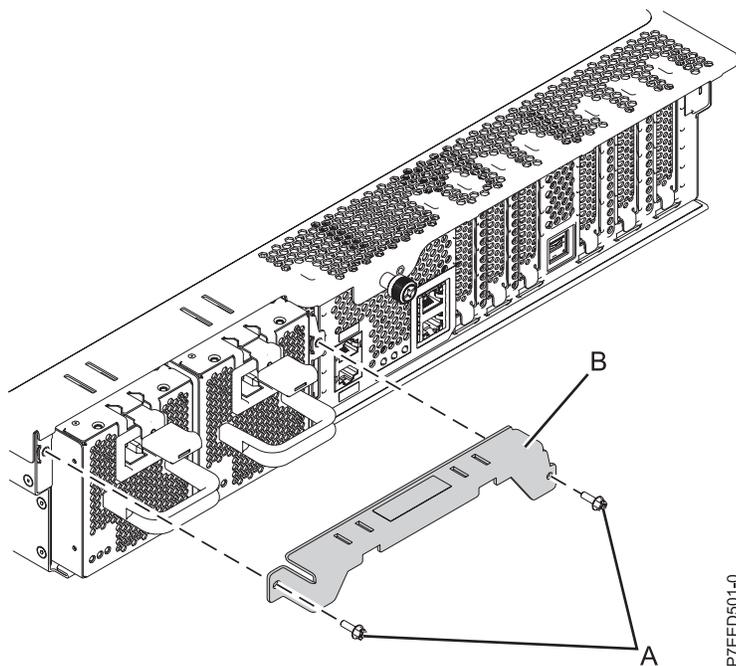

Figura 18. Extracción de la abrazadera de transporte
1. Extraiga la pieza de sujeción de envío de la fuente de alimentación (si está presente), como se muestra en la Figura 18. Asegúrese de que las fuentes de alimentación se han recolocado.